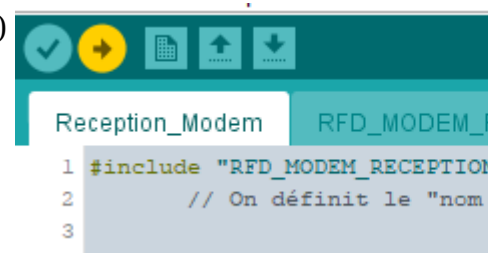

Figure 14: Bouton transférer le programme
- Transférer le programme (bouton flèche vers la droite)(fig 14)